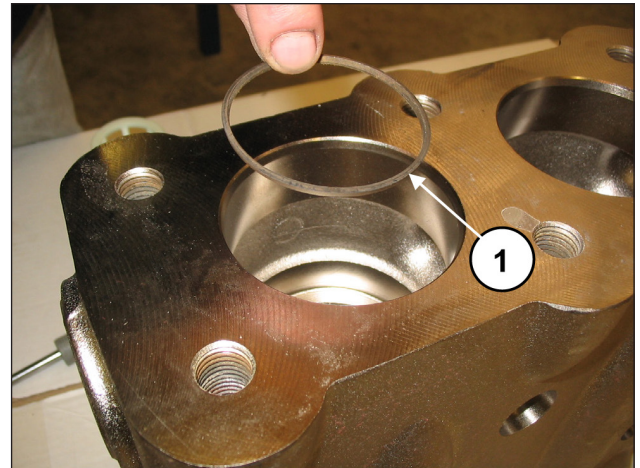

Abb. 119
Setzen Sie den Stützring ein, Pos. 4 Explosionszeichnung (Pos. ①, Abb. 119).